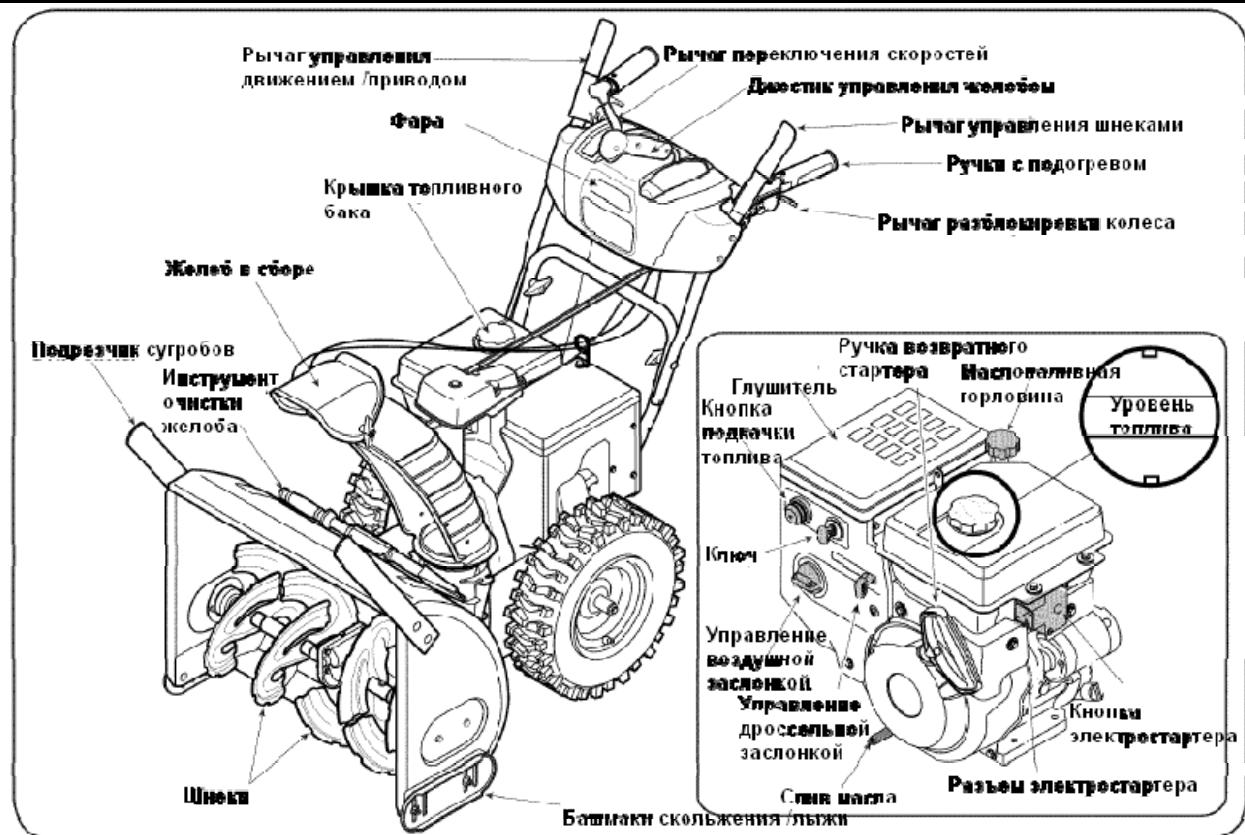

Рис. 16
Теперь, когда Вы подготовили снегоочиститель к эксплуатации, важно изучить систему его управления. (См. Рис. 16).
2. Индикатор уровня горючего расположен в топливном баке см. дополнительную вставку на Рис. 16. Наполняйте бак до тех пор, пока уровень топлива не дойдет до уровня индикатора, оставляя место для расширения топлива при нагреве.